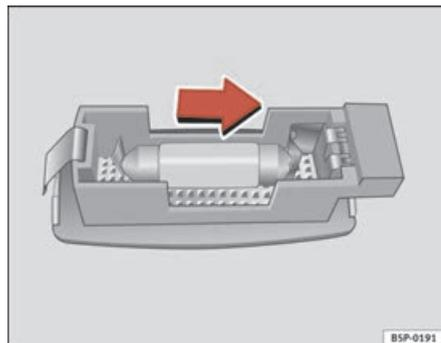

Fig. 204 Démontage de l'éclairage du pare-soleil
- Retirez le feu avec précaution en utilisant la partie plate du tournevis comme indiqué sur la figure ⇒ fig. 204.
- Retirez la lampe en la bougeant dans le sens de la flèche et vers l'extérieur ⇒ fig. 204. ■